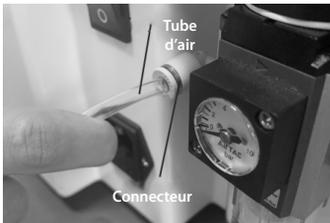

Figure 16
1. Retirez le tube d'air du raccord. (Comme le montre la figure 16)